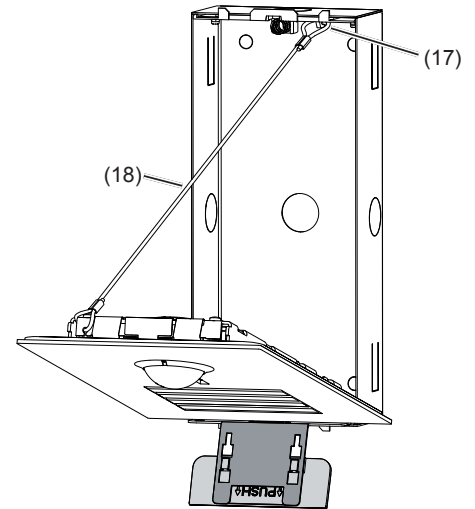

Bild 6: Installationsposition Türstation
(16) Öffnungswerkzeug
(17) Befestigungselement
- Die Schlaufen des Sicherungsseils (17) am linken oberen Einhängen der Türstation und am oberen Befestigungselement (16) im Gehäuse einhängen. Die Türstation zur Installation auf das Öffnungswerkzeug stellen (Bild 6).